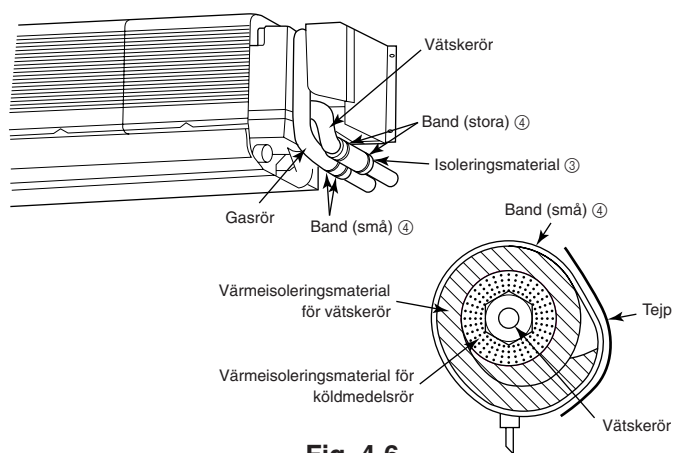

Fig. 4-6
4.4. Rörledningar för köldmedlet (Fig. 4-6)